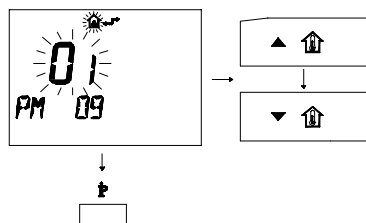

Figura 9.17
- Modificare il SET programmato agendo sui pulsanti o e aspettare che il numero programmato cominci a lampeggiare (Figura 9.17)